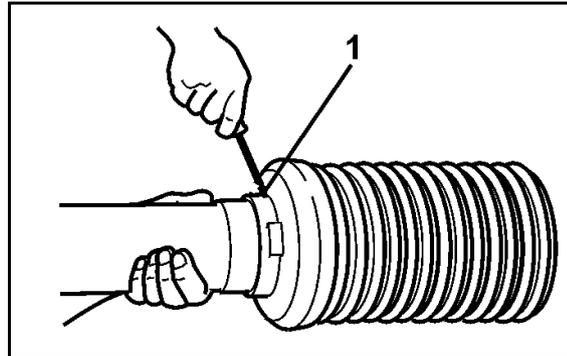

Fig. 52
6. Soltar la boquilla de engrase (Fig. 52/1) e introducir el árbol de transmisión (Fig. 52/2) aufstecken.
7. Fijar la brida de conexión (Fig. 52/3) con el tornillo cizallable (Fig. 52/4).
8. Enroscar la boquilla de engrase (Fig. 52/1).